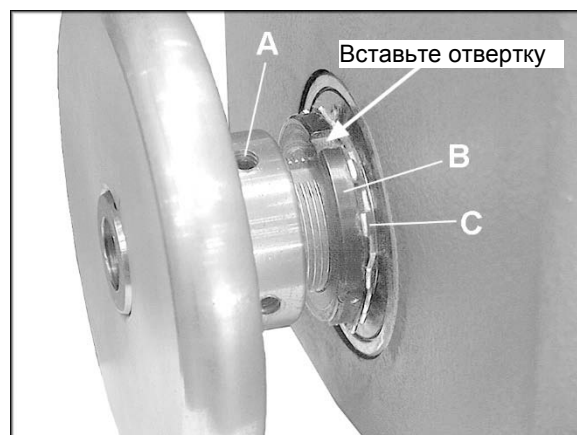

Рисунок 26
Подшипник шпинделя устанавливается на заводе-изготовителе. Люфта или ослабления в осевом направлении быть не должно. Если произошло ослабление, его можно устранить осторожным затягиванием зажимной гайки подшипника на шпинделе следующим образом (См. Рис. 26).
1. При помощи отвертки аккуратно отогните зубцы на шайбе (С, Рис. 26), которые фиксируют гайку подшипника (В, Рис. 26).
2. Расположите конец отвертки с плоским шлицем в один из пазов на фиксирующей гайке (В, Рис. 26).
3. Стукните по ручке отвертки молотком так, чтобы фиксирующая гайка (В, Рис. 26) затянулась по часовой стрелке. Поворачивайте фиксирующую гайку подшипника примерно на 1,5 мм за раз.
5. После того, как фиксирующая гайка (В, Рис. 26) была отрегулирована, *аккуратно* загните на место зубцы на шайбе (С, Рис. 26).
4. Ослабьте два установочных винта на делительном диске (А, Рис. 26) при помощи шестигранного ключа и снимите диск с передней бабки.
5. Ослабьте и снимите фиксирующую гайку подшипника (В, Рис. 26) и звездчатую шайбу (С, Рис. 26).
9. Задвиньте шпиндель на место, установите звездчатую стопорную шайбу (С, Рис. 26), и фиксирующую гайку подшипника (В, Рис. 26). Проверьте люфт шпинделя в осевом направлении (см. раздел “Проверка люфта шпинделя”).
10. Установите делительный диск на место и затяните установочные винты (А, Рис. 26).
11. Выровняйте новый шкив (см. раздел “Выравнивание ремня и шкивов”), затем крепко закрутите два установочных винта (С, Рис. 26) на шкиве.